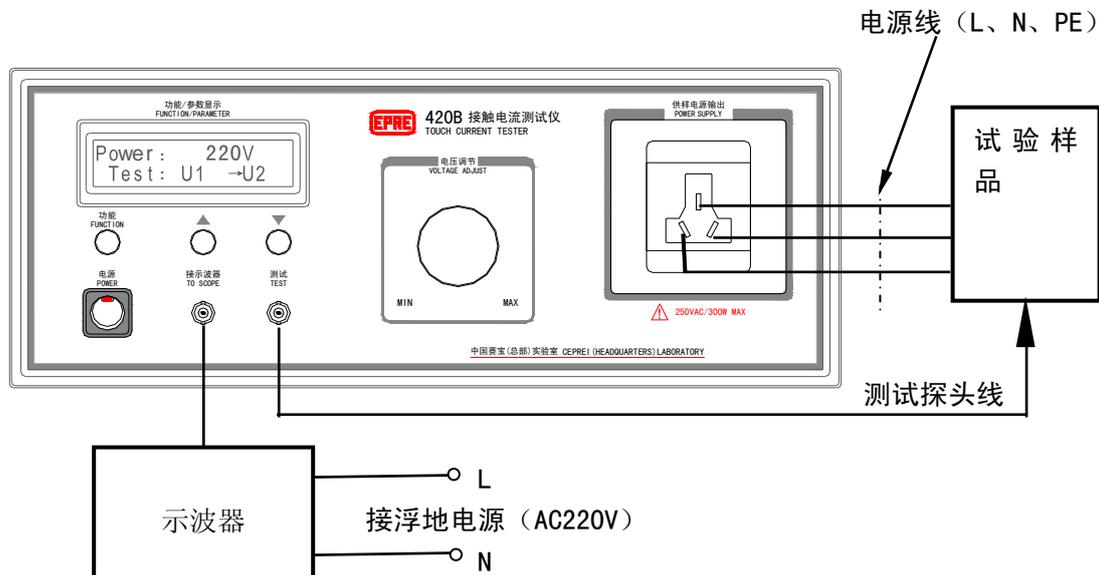

图 15 测试连接示意图
6. 2. 1 仪器接入接地良好的额定电源(220V、50Hz), 而测量示波器的电源必须浮地, 再确认“电压调节”旋钮度盘处于“MIN”位后, 按图 15 测试连接示意图连接试验样品, 然后打开各电源开关。
6. 2. 4 在图 15 中，420B 型仪器的“接示波器”端口连接示波器的输入端口，再将测试探头线接到仪器的“测试(TEST)”端口，并用测试线探头接触试验样品的测试点通过示波器测量接触电流波形的峰-峰值电压。在测试中应注意如下几点：